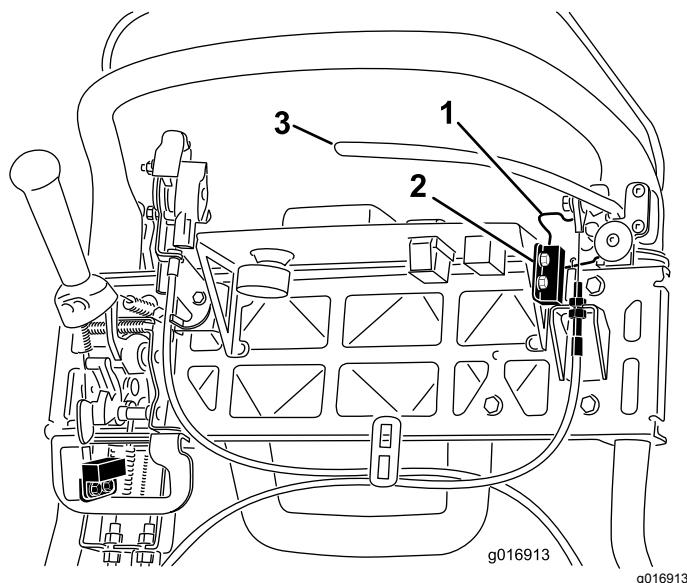

Figure 45
4. Desserrez les fixations du contacteur de sécurité et déposez-les (Figure 45).
5. Placez une cale de 1,6 mm d'épaisseur entre le verrou du frein de stationnement et le contacteur de sécurité (Figure 45).
4. Pour accroître la tension du câble, desserrez l'écrou de blocage supérieur et serrez l'écrou de blocage inférieur du câble (Figure 45) jusqu'à ce qu'il soit nécessaire d'exercer une force de 156 N sur la poignée du levier de frein pour débloquer le verrou du frein de stationnement.